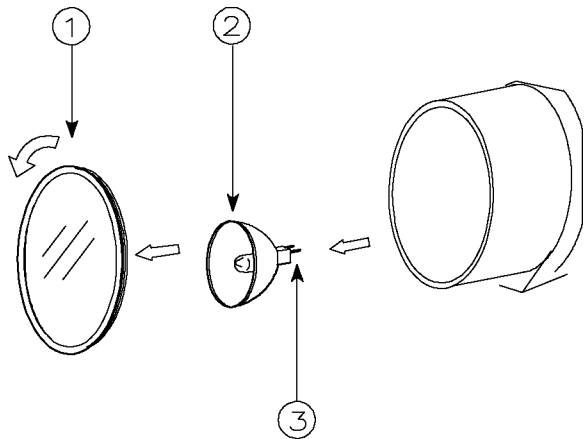

fig.3
1. Quitar el filtro de protección (1) (fig.3).
3. Al introducir la nueva lámpara asegurarse de que la clavija (3) esté en la posición indicada en la figura.